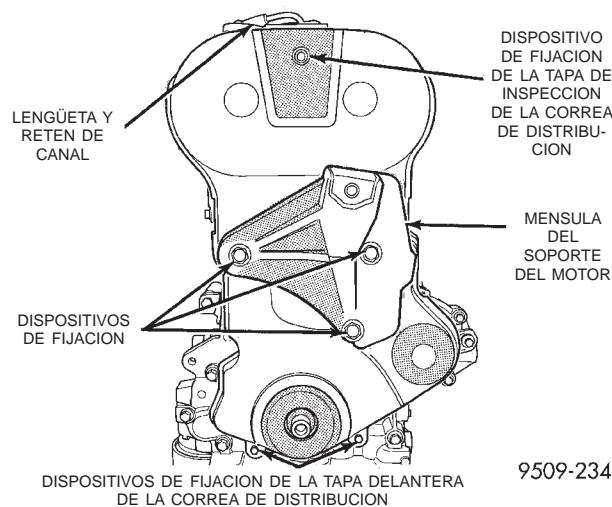

Fig. 38 Tapa delantera de la correa de distribución
(4) Baje el vehículo y coloque un gato debajo del motor.
(5) Retire el soporte derecho del motor. Consulte el procedimiento descrito en esta sección.
(6) Retire la ménsula del soporte derecho del motor (Fig. 38).
(7) Retire los dispositivos de fijación de la tapa de la correa de distribución y desmonte la tapa (Fig. 38).